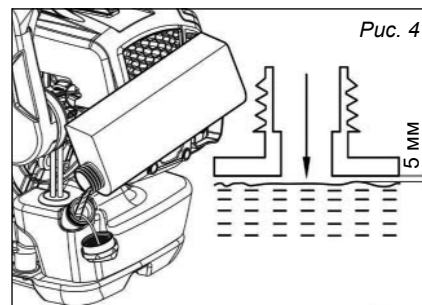

Рис. 4
– С помощью воронки налейте необходимое количество топливной смеси в бензобак. Не заправляйте бензобак полностью, оставляйте место для теплового расширения топлива. рекомендуется заправлять не более 80% от полного объема бака. (рис. 4).